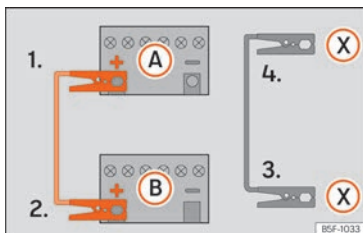

Fig. 78 Schema elettrico per i veicoli dotati di sistema Start-Stop.
- 4b. *Nei veicoli con sistema Start/Stop:* collegare un'estremità del cavo nero di emergenza (X) a un terminale di massa idoneo, a un elemento metallico massiccio avvitato al monoblocco del motore o al monoblocco stesso » » » fig. 78.
5. Collegare l'altra estremità del cavo nero (X), al monoblocco del motore del veicolo con la batteria scarica oppure ad un elemento metallico massiccio annesso al monoblocco e comunque non nelle immediate vicinanze della batteria (A).